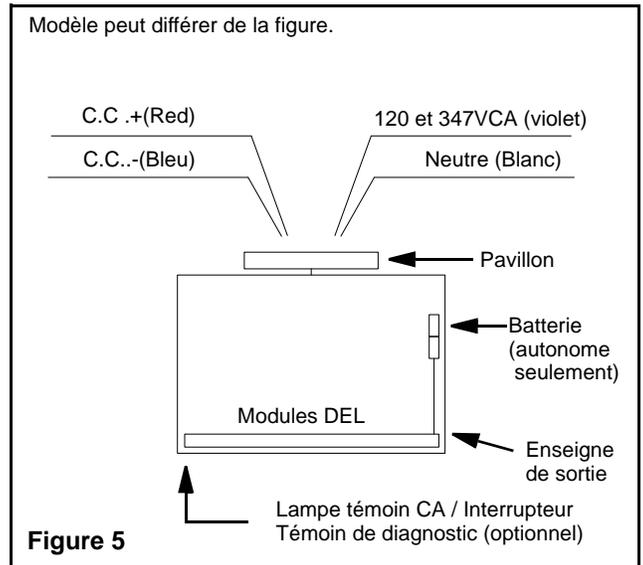

Figure 5
- Assurer un raccordement exact des fils. Sur le modèle de série universel, notre unité accepte une tension d'entrée de 120 VCA à 347 VCA (voir Figure 5).
- Fixer le groupe pavillon au plaque de fixation à l'aide de la longue vis fournie (6).
Se rapporter au câblage C.A. et C.C. de la figure 5.
La fonction diagnostic emploie un témoin DEL bicolore. Le service est requis si la DEL passe au rouge, indiquant qu'une condition d'alarme est détectée (voir Figures 5 et 6).